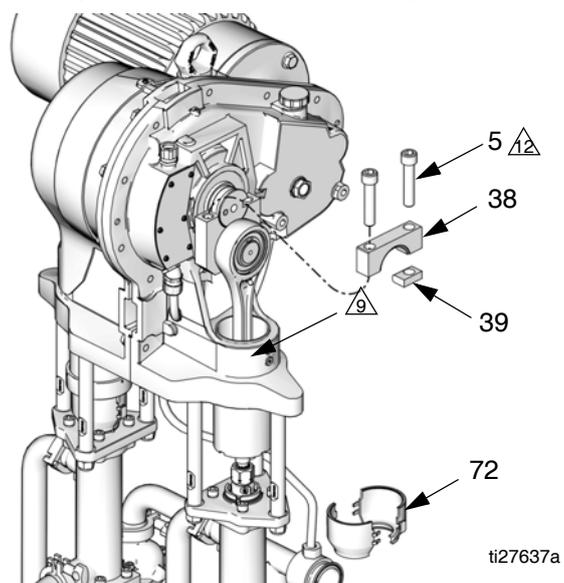

FIG. 17. Retire la tapa del brazo de manivela
5. Coloque un trapo limpio sobre la parte superior del cilindro de corredera (2) para evitar que caigan residuos en el conjunto de corredera durante el desarmado.
6. Retire la protección de 2 piezas (72) insertando un destornillador recto en la ranura y usándolo como palanca para liberar la lengüeta. Repítalo para todas las lengüetas. **No** use el destornillador para hacer palanca para separar los blindajes.
7. Coloque una llave 3/4 in en las caras planas del pistón de corredera (9) (justo por encima de la tuerca de acoplamiento), para evitar que el pistón de corredera/la varilla de conexión gire cuando afloje la tuerca de acoplamiento (14). Oriente la llave de modo que esté contra una de las varillas de unión (3). La aplicación de una fuerza excesiva en el pistón de corredera/varilla de conexión puede reducir la vida útil del cojinete de pasador inferior.
8. Con una llave de boca abierta de 1-5/8 in, destornille la tuerca de acoplamiento (14) del pistón de corredera (9) y deje que se deslice hacia abajo en la varilla de pistón de la bomba. Tenga cuidado de no soltar los collares (13).
9. Vea la FIG. 17. Con un impulsor hexagonal de 1/2 in, destornille los dos pernos de cabeza hueca (5). Retire la tapa del brazo de manivela (38) y la chaveta (39). En caso necesario, use un martillo de plástico para separar estas piezas.
14. Deslice el pistón (9) y la varilla de conexión (7) en el cilindro (2).
15. Coloque el brazo de manivela (4) en posición para que engrane con el eje de salida (OS) y gírelo hacia la parte inferior del eje de salida.
16. Coloque un trapo limpio sobre la parte superior del cilindro de corredera (2) para evitar que caigan residuos en el conjunto de corredera durante el armado.
17. Vea la FIG. 17. Aplique lubricante antiagarrotamiento (LPS[®]-04110 o equivalente) a las roscas de los pernos de cabeza hueca (5). Instale la chaveta (39), la tapa del brazo de manivela (38), y los pernos de cabeza hueca (5), orientados como se muestra. Mientras el tornillo del lado de la separación todavía está flojo, apriete el tornillo del lado de la chaveta a 283-310 N•m (210-230 ft-lb). Luego apriete el tornillo del lado de la separación a un par de torsión de 283-310 N•m (210-230 ft-lb). Apriete cada tornillos 2-3 veces más o hasta que dejen de girar cuando se aprietan a 283-310 N•m (210-230 ft-lb).
18. Asegúrese de que los collares (13) estén colocados en su lugar en la tuerca de acoplamiento (14).
19. Coloque una llave de 3/4 in en las caras planas de pistón de corredera (9) para evitar que gire cuando apriete la tuerca de acoplamiento (14). Oriente la llave de modo que esté contra una de las varillas de unión (3) o el soporte de la bomba. Ajuste la tuerca de acoplamiento (14) en el pistón de corredera (9) y apriétela a 102-108 N•m (75-80 ft-lb).
20. Instale las protecciones (72) enganchando los labios inferiores en la ranura de la tapa de la copa húmeda. Encaje entre sí los dos blindajes.
21. Quite el trapo. Vuelva a instalar la cubierta (32 o 21) y los tornillos (12).